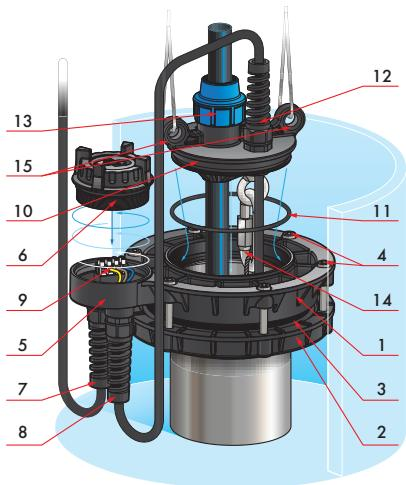

Рисунок 5
- цанговый зажим (5) для напорной полиэтиленовой трубы;
- гермоввод (6);
- два верхних рым-болта (7);
- один нижний рым-болт с карабином (8) для крепления троса.
**Использование оголовка скважинного ОСПБ** (рисунок 5) облегчает как операцию первоначального монтажа, так и последующие операции извлечения и погружения насоса в скважину. Оголовок с базовой (стационарной) частью крепится на обсадной трубе один раз за весь период эксплуатации оголовка. На базовую